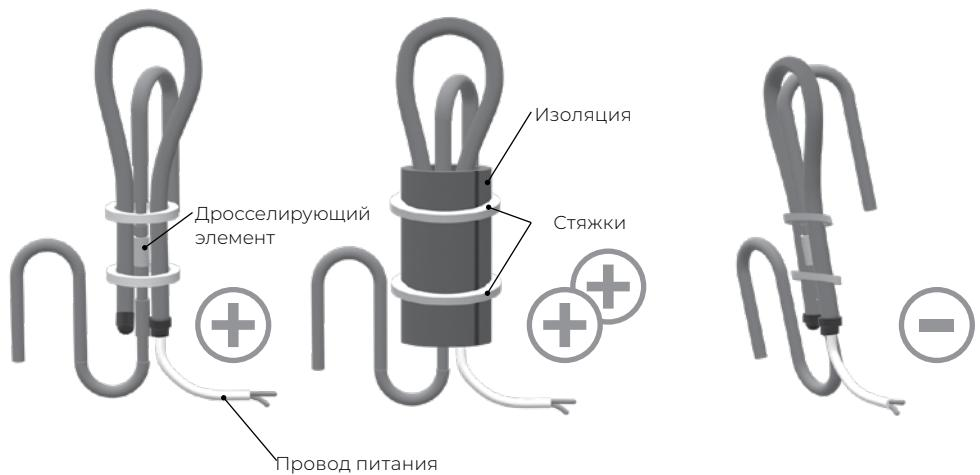

Рис. 10
- При монтаже на встроенный дросселирующий элемент, нагреватель необходимо согнуть (диаметр сгиба не должен превышать 25 мм в диаметре) и закрепить по обе стороны от дросселирующего элемента таким образом, чтобы минимизировать воздействие нагревателя на окружающие медные трубы, как показано на рис. 10.